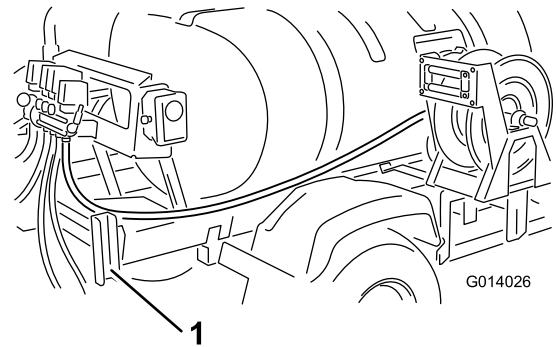

Bild 12
Kotflügels im Auslegerstützkanal nach hinten (Bild 12).
7. Verlegen Sie den Schlauch um den Aufnahmerahmen zum vorher installierten Schlauchtrommelventil (Bild 12).